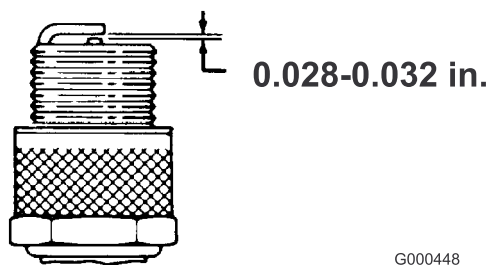

Figura 31
3. Impostate la distanza fra gli elettrodi a 0,7-0,8 mm (Figura 31). Montate la candela con l'esatta distanza tra gli elettrodi, e serratela saldamente a 23 Nm.